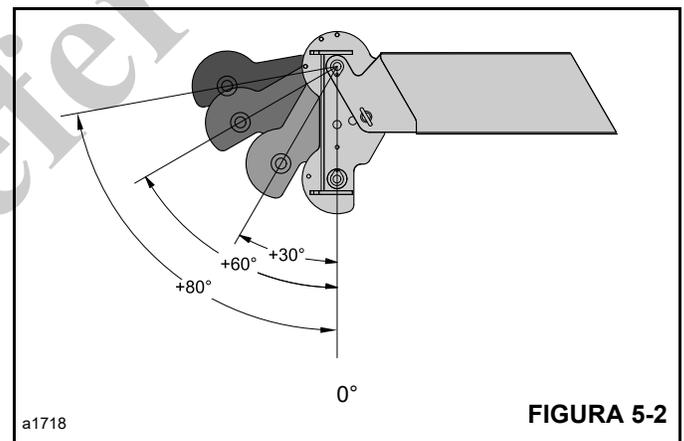

FIGURA 5-2
A cabeça da lança posicionada a 0° é a posição padrão. As posições 30°, 60° e 80° (Figura 5-2) podem ser usadas quando os requisitos de folga determinarem um perfil menor da cabeça da lança. Todas as posições podem ser usadas com uma ou quatro pernas de cabo.
5. Posicione o furo do pino no cabeçote da lança de modo que fique alinhado com o furo no ângulo desejado (consulte a Figura 5-2). Insira o contrapino do pivô nos furos e instale o pino de segurança.